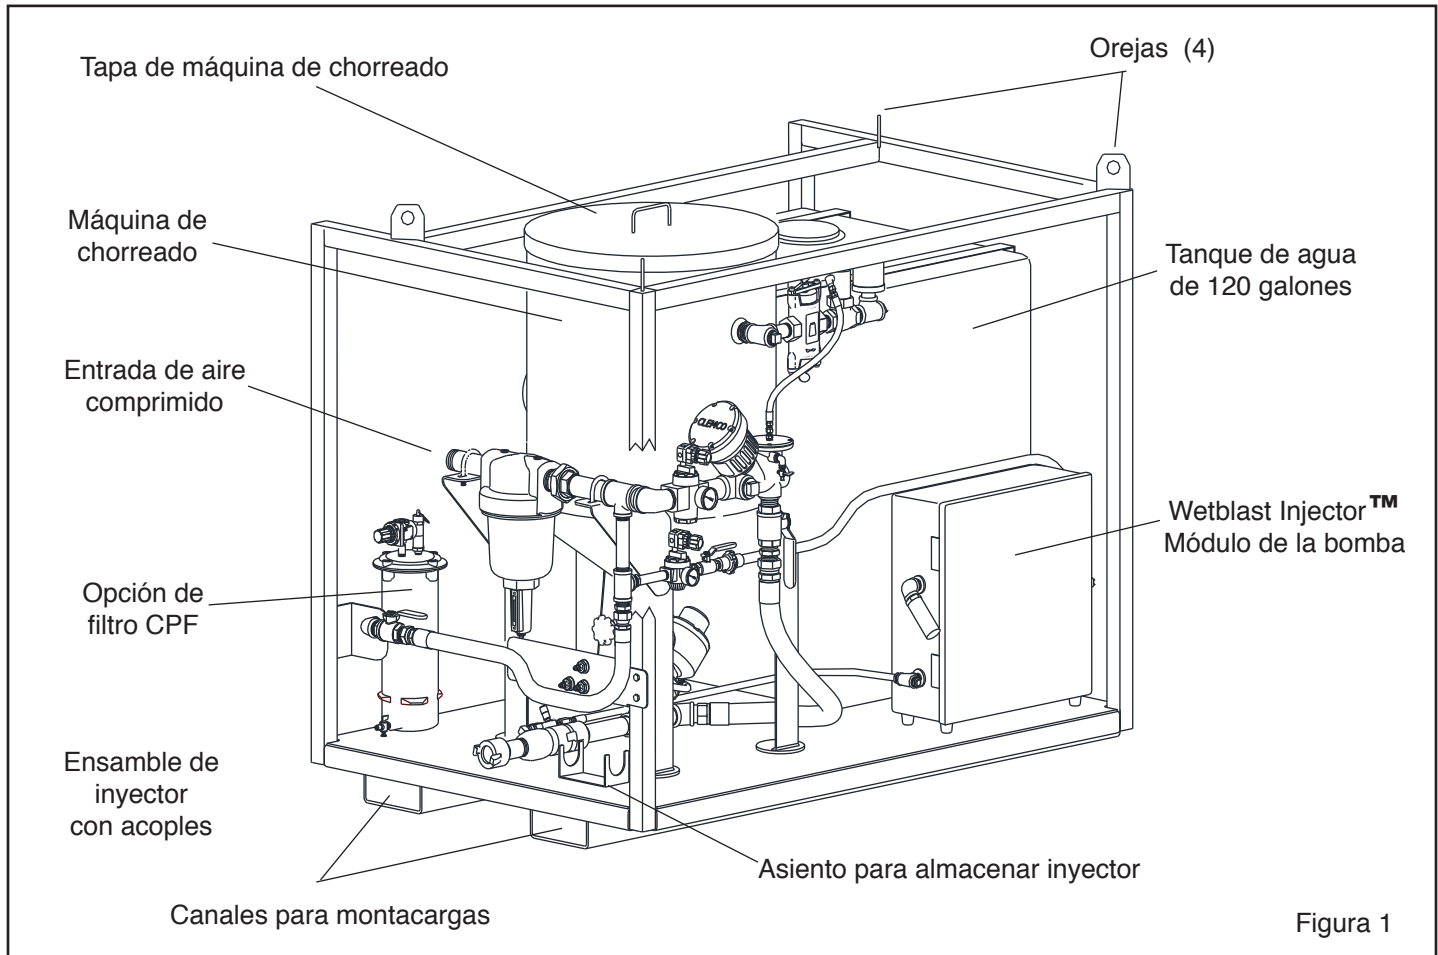

Figura 1
1.4.1 Los componentes primarios del sistema de chorreo e inyector se muestran en la Figura 1. Ellos incluyen: